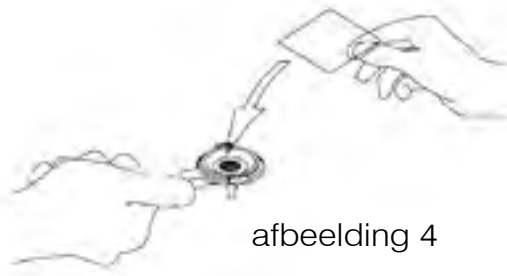

afbeelding 3
4. Plaats de filterhouder **7** in de groep **8**, vanaf de linkerkant. Draai hem naar rechts en druk hem op het einde goed aan. (Zie afbeelding 3).